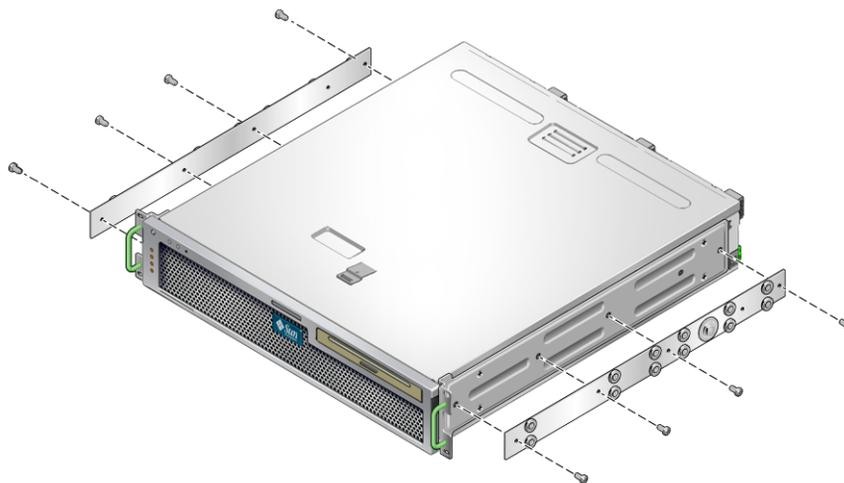

ABBILDUNG 3-9 Befestigen der Gleitschienen am Server-Gehäuse
5. Befestigen Sie die Gleitschienen mit acht (vier pro Seite) M4 × 0,5 × 5 mm Kreuzschlitz-Flachkopfschrauben aus dem Rackmontage-Kit an der Seite des Server-Gehäuses (ABBILDUNG 3-9).